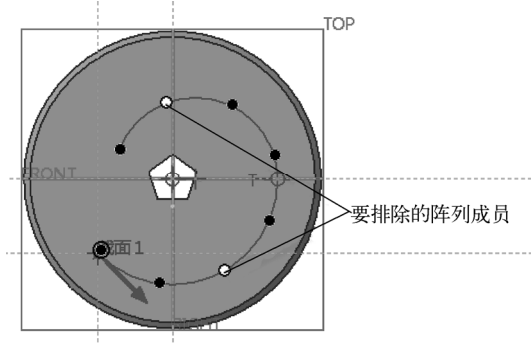

图 5-91 设置要排除的阵列成员
8) 排除某个位置的阵列成员。使用鼠标光标单击相应的黑点, 则黑点将变为白色, 表明所单击的阵列成员已被排除。在本例中, 设置要排除的阵列成员如图 5-91 所示。